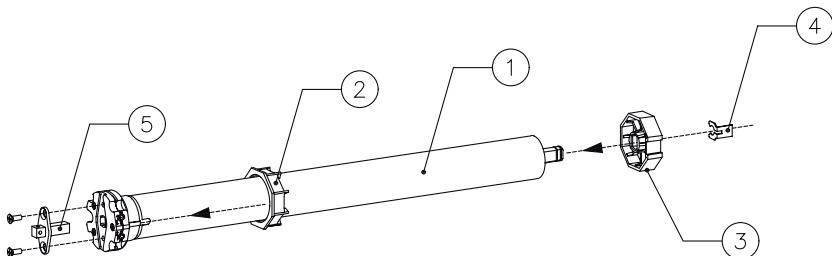
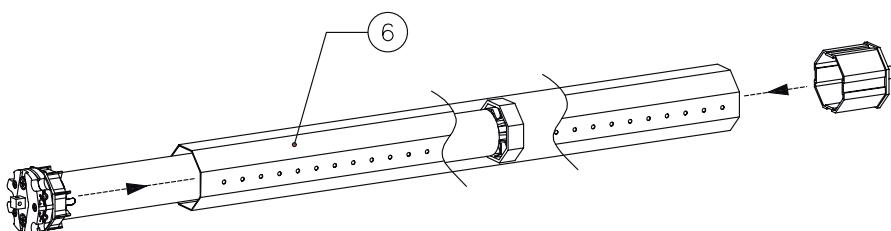
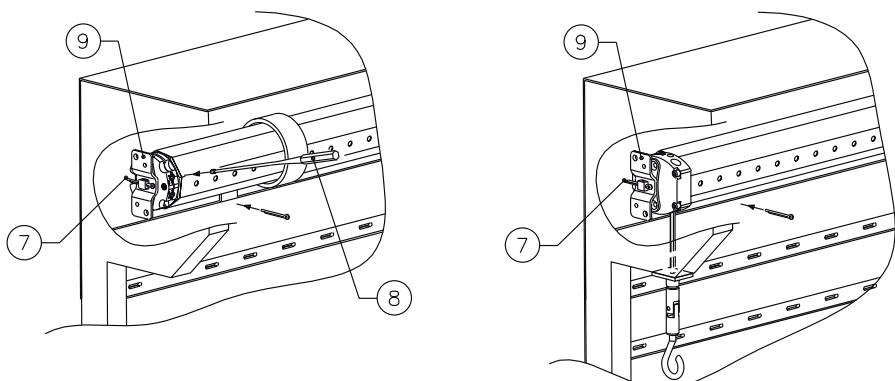
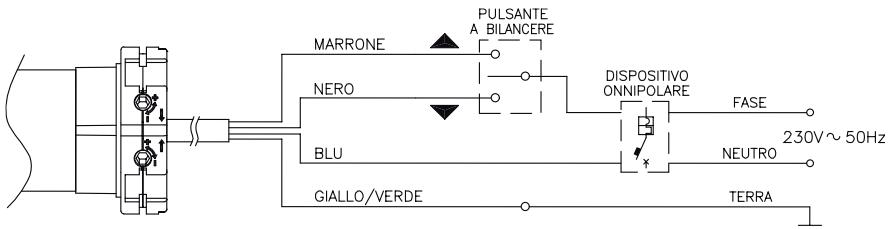

FIG.1
FIG.2
FIG.3
FIG.4
Facendo riferimento allo schema di montaggio, preparare il motoriduttore con la seguente sequenza di operazioni: **A)** Infilare la corona del finecorsa (2) sul motoriduttore (1) fino ad inserirsi nel corrispondente anello di finecorsa facendo combaciare le due scanalature; spingere fino alla battuta come indicato nella fig. 1. Inserire la puleggia di trascinamento (3) sull'albero del motore e bloccarla con relativo fermo (4). Applicare l'adattatore per staffa (5) sulla testa del finecorsa bloccando con le apposite vite date in dotazione. **B)** Introdurre il motoriduttore così assemblato nel tubo di avvolgimento (6) fino ad inserire anche l'estremità della corona (2), (vedi fig. 2). Fissare la puleggia di trascinamento (3) al tubo di avvolgimento (6) mediante una vite in modo tale da evitare possibili slittamenti e movimenti assiali del motore. **C)** Infine bloccare la testa del motoriduttore all'apposita staffa (9) mediante la copiglia (7) data in dotazione (fig.3). **D)** Prima di agganciare il telo al rullo eseguire il collegamento elettrico come mostrato in fig. 4. **E)** Premere il pulsante di salita o discesa per verificare la rotazione del rullo nel senso di avvolgimento e/o svolgimento del telo (in caso contrario invertire i cavi nero e marrone). A questo punto, premere il pulsante di discesa fino al completo arresto della rotazione del rullo. Agganciare il telo al rullo, e premere il pulsante di salita fino a quando il telo si ferma. Procedere ora con la regolazione dei finecorsa, attraverso l'apposito regolatore (8).
En référence au schéma de montage, préparer le motoréducteur en suivant ces instructions: **A)** Enfiler la couronne du fin-de-course (2) sur le motoréducteur (1) jusqu'à son insertion dans l'anneau de fin-de-course en faisant coïncider les deux rainures ; pousser jusqu'à la feuillure, comme indiqué à la fig. 1. Insérer la poulie d'entraînement (3) sur l'arbre du moteur et la bloquer avec un arrêt (4). Appliquer l'adaptateur pour support (5) sur la tête du fin-de-course en bloquant avec les vis fournies. **B)** Introduire le motoréducteur assemblé dans le tuyau d'enroulement (6) jusqu'à l'insertion de l'extrémité de la couronne (2), (cf. fig. 2). Fixer la poulie d'entraînement (3) au tuyau d'enroulement (6) à l'aide d'une vis afin d'éviter les éventuels glissements et les mouvements axiaux du moteur. **C)** Enfin, bloquer la tête du motoréducteur à la bride (9) à l'aide de la goupille (7) fournie (fig.3). **D)** Avant d'accrocher la toile au rouleau effectuer le
branchement électrique comme indiqué à la fig. 4. **E)** Appuyer sur le bouton de remontée ou de descente afin de vérifier la rotation du rouleau dans le sens d'enroulement e/ou de déroulement de la toile (dans le cas contraire, inverser les câbles noir et marron). A ce niveau, appuyer sur le bouton de descente jusqu'à l'arrêt complet de la rotation du rouleau. Accrocher la toile au rouleau et appuyer sur le bouton de remontée jusqu'à l'arrêt de la toile. Procéder à présent au réglage des fin-de-course, à l'aide du régulateur (8).
Using the assembly diagram as your reference, prepare the gearmotor in the following operating sequence: **A)** Insert the rim of the limit switch (2) into the gearmotor (1) until it enters the corresponding run control ring and the two grooves engage. Push it up to the mechanical stop as indicated in figure 1. Place the driving pulley (3) onto the transmission shaft and block it with the corresponding retainers. (4). Fix the adaptor for the retaining bracket (5) onto the head of the limit switch with the screws provided. **B)** Introduce the gearmotor thus assembled into the winding spindle (6) until it inserts into the extremity of the rim (2), (see figure 2). Fix the driving pulley (3) to the winding spindle (6) by a screw to prevent the motor from sliding or moving axially. **C)** Finally block the head of the gearmotor onto the corresponding retaining bracket (9) using the splint pin (7) provided (figure 3). **D)** Before hooking awning to the winding spindle make the electric connections as illustrated in figure 4. **E)** Press the lifting and closing button to check that the winding spindle moves in the correct direction for winding and/or unwinding the awning (if the direction is incorrect invert the black and brown wires). At this point, press the closing button until the winding spindle stops. Attach the awning to the winding spindle and press the lifting button until the awning stops. Now regulate the limit switch, using the apposite adjustment (8).
Haciendo referencia al esquema de montaje, preparar el motorreductor en la siguiente secuencia de operaciones: **A)** Introducir la corona de final de recorrido (2) en el motorreductor (1) hasta colocarlo en el correspondiente anillo de final de recorrido haciendo coincidir las dos ranuras; empujar hasta el tope como se indica en la fig. 1. Introducir la polea de arrastre (3) en el arbol del motor y bloquearla con su correspondiente cierre (4). Aplicar el adaptador para abrazadera (5) en la extremidad del final de
recorrido bloqueándolo con los tornillos que se incluyen. **B)** Introducir el motorreductor montado de esta forma en el tubo de recogida (6) hasta introducir también las extremidades de la corona (2), (ver fig. 2.) Fijar la polea de arrastre (3) al tubo de recogida (6) con un tornillo, de forma que se eviten posibles deslices y movimientos axiales del motor. **C)** Al final bloquear la extremidad del motorreductor en la abrazadera (9) mediante la chaveta (7) que se entrega (fig. 3). **D)** Antes de enganchar la tela al rodillo realizar la conexión eléctrica como se muestra en la fig. 4. **E)** Presionar el pulsador de subida y bajada para comprobar la rotación del rodillo en la recogida y/o como se desenrolla la tela (en caso contrario invertir los cables negro y marrón) A este punto, presionar el pulsador de bajada hasta la completa parada de la rotación del rodillo. Enganchar la tela al rodillo y presionar el pulsador de subida hasta que se pare la tela. Proceder entonces con la regulación del final de recorrido a través del reglador (8).
Unter Hinweis auf das Montageschema sind die Rohrmotor mit der nachstehenden Aufeinanderfolge von Operationen vorzubereiten: **A)** Den Endanschlagkranz (2) auf den Rohrmotor (1) stecken, bis er in den entsprechenden Endanschlagring eingefügt ist, wobei die zwei Rillen auf einander passen müssen; bis zum Anschlag drücken, wie in Abb. 1 gezeigt. Die Mitnehmscheibe (3) auf der Motorwelle einfügen und mit der entsprechenden Befestigung blockieren (4). Den Adapter für den Bügel (5) auf dem Kopf des Endanschlags applizieren und mit den eigens beigefügten Schrauben blockieren. **B)** Den auf diese Weise montierten Motor in das Aufwicklungsrohr (6) einfügen, bis auch die Extremitäten des Kranzes (2) eingefügt sind. (Siehe Abb. 2). Die Mitnehmscheibe (3) auf dem Aufwicklungsrohr (6) mittels einer Schraube derart befestigen, dass eventuelle Rutschbewegungen oder axiale Bewegungen des Motors vermieden werden. **C)** Schließlich den Kopf des Motors auf dem eigens vorgesehenen Bügel (9) mittels des beigefügten Splints (7) blockieren (Abb. 3). **D)** Vor der Befestigung der Markise an der Rolle ist die elektrische Verbindung
wie auf Abb. 4 gezeigt herzustellen. **E)** Die Taste für das Heben und Senken drücken, um die Rotation der Rolle im Aufwicklungs- und/oder Abwicklungssinn der Markise zu prüfen (im gegenteiligen Fall ist das schwarze und das braune Kabel umzukehren). An diesem Punkt die Taste für das Senken bis zum völligen Stillstand der Rotation der Rolle drücken. Die Markise an die Rolle anhaken und die Hebetaste solange drücken, bis die Markise anhält. Den Endanschlag mit Hilfe des geeigneten Reglers einstellen (8).
Consultando o esquema de montagem, preparar o motorreductor com a seguinte sequência de operações: **A)** Enfiar a coroa do fim-de-percurso (2) no motorreductor (1) até que se introduza no anel de fim-de-percurso correspondente fazendo juntar as duas ranhuras, empurrar até que se assente como está indicado na fig. 1. Introduzir a roldana de arrastamento (3) no eixo do motor e bloqueá-la com o stop relativo (4). Aplicar o adaptador para suporte (5) no cabeçote do fim-de-percurso bloqueando com os parafusos apropriados fornecidos. **B)** Introduzir o motorreductor montado desta maniera no tubo de enrolamento (6) até que a extremidade da coroa se fique introduzida também (2), (veja fig. 2). Fixar a roldana de arrastamento (3) no tubo de enrolamento (6) mediante um parafuso de tal maneira que evite possíveis escorregadelas e movimentos axiais do motor. **C)** Por fim bloquear o cabeçote do motorreductor no suporte apropriado (9) mediante o perno (7) fornecido (fig. 3). **D)** Antes de enganchar o toldo ao rolo realizar a conexão eléctrica como está mostrado na fig. 4. **E)** Pressionar o botão de subida ou de descida para verificar a rotação do rolo no sentido de enrolamento e/ou desenrolamento do toldo (caso contrário inverte os cabos preto e marrom). A esta altura, pressionar o botão de descida até que a rotação do rolo pare completamente. Enganchar o toldo ao rolo, e pressionar o botão de subida até que o toldo pare. A partir de então continuar fazendo a regulação do fim-de-percurso, por meio do regulador apropriado (8).